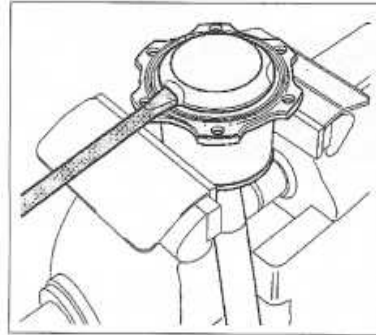

Figure 4-3
- Introduire un tournevis plat et retirer le couvercle en faisant levier (figure 4-3).